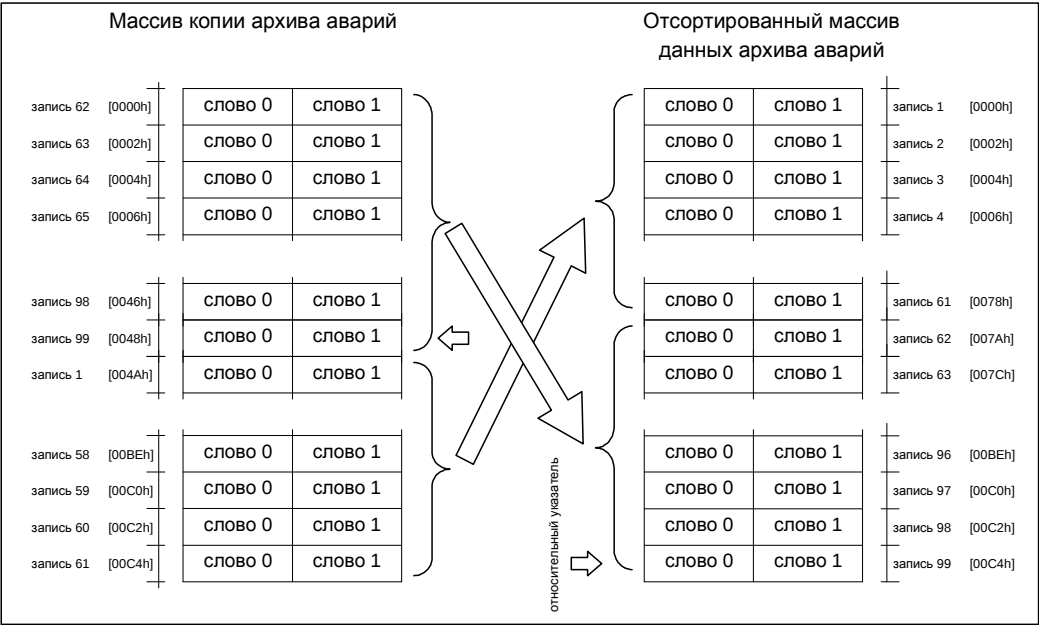

Рисунок 4-10. Процесс сортировки данных архива.
5. Отсортировать полученные данные. В соответствии с заданием примера, необходимо расположить данные в хронологическом порядке начиная с самой ранней. Действия по сортировке представляет рисунок 4-10.